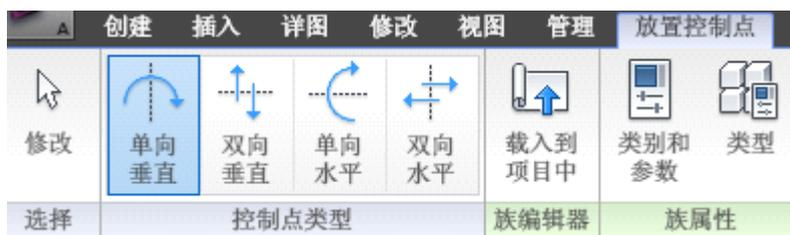

图 18.4-6
- **控件命令**：将族的几何图形添加到设计中后，“控件”命令可用于放置箭头以旋转和镜像族的几何图形。在选项栏中选择“垂直”或“水平”箭头，或选择“双垂直”或“双水平”箭头。也可以选择多个选项（如图 18.4-6 所示）。